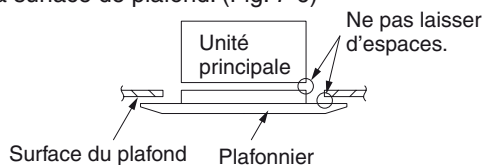

Fig. 7-6
- À ce moment, assurez-vous qu'il n'y a pas d'espaces entre l'unité et le plafonnier, ou entre le plafonnier et la surface de plafond. (Fig. 7-6)